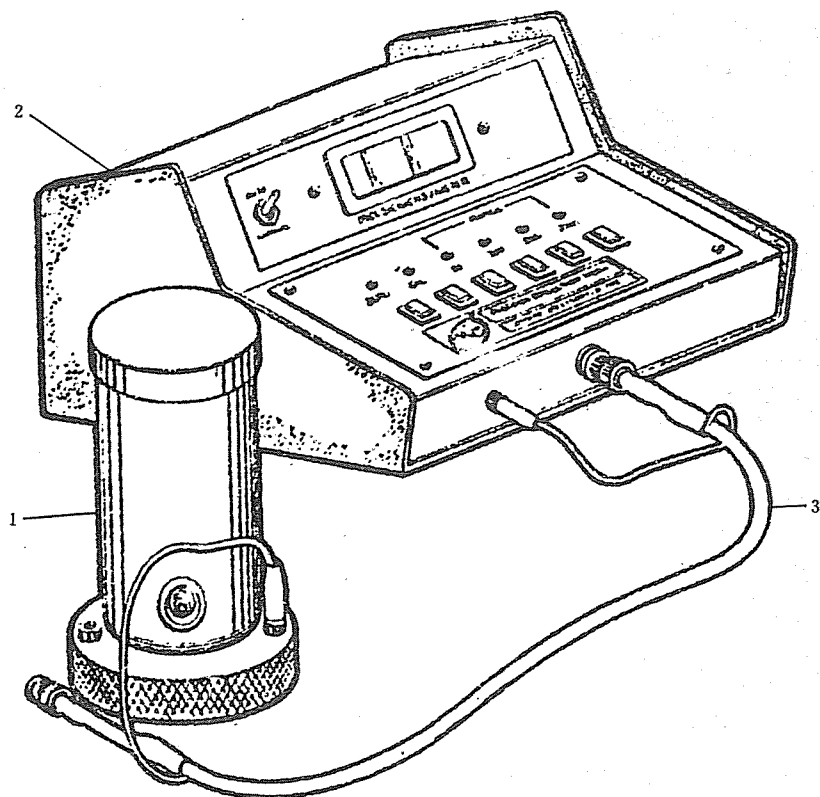

图 1 液态烃类电导率精密测定仪
4.1.1 电导率测量槽：它是由内外电极及盖子组成。内外电极由聚四氟乙烯绝缘。外电极和盖子组成一个接地通路，同时还可起到静电屏蔽作用 (见图1)。
量程：0~20 000 pS/m；精确度： $\pm 0.5\% \pm 1$ 数 (见图1)。
4.1.3 三轴电缆线：用以连接静电计和电导率测量槽 (见图1)。